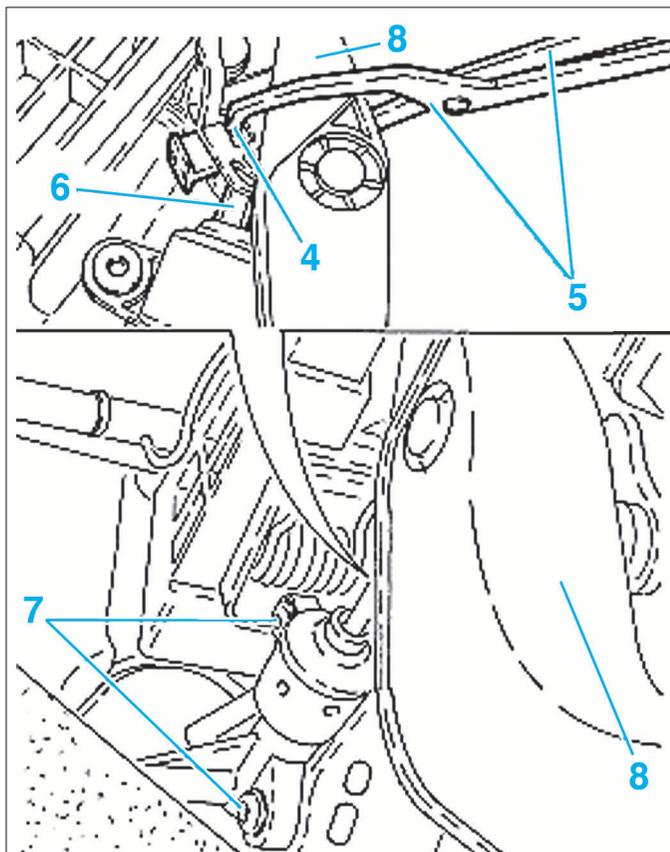

FIG. 3
la pédale, la tige (6) du maître émetteur d'embrayage (Fig.3).
• Déposer les 2 vis de fixation (7).